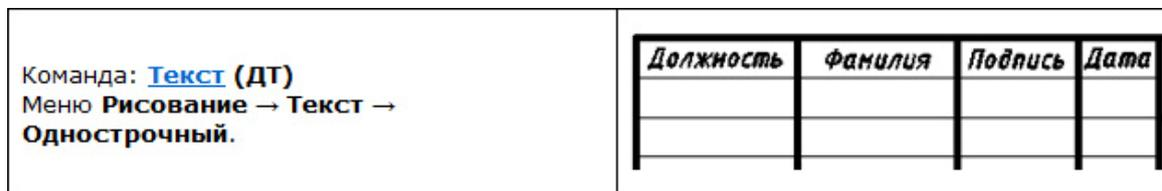

Рис. 31
10. Заполнить названия граф (рис.31) основной надписи чертежа (высота букв Н = 2.5 мм).